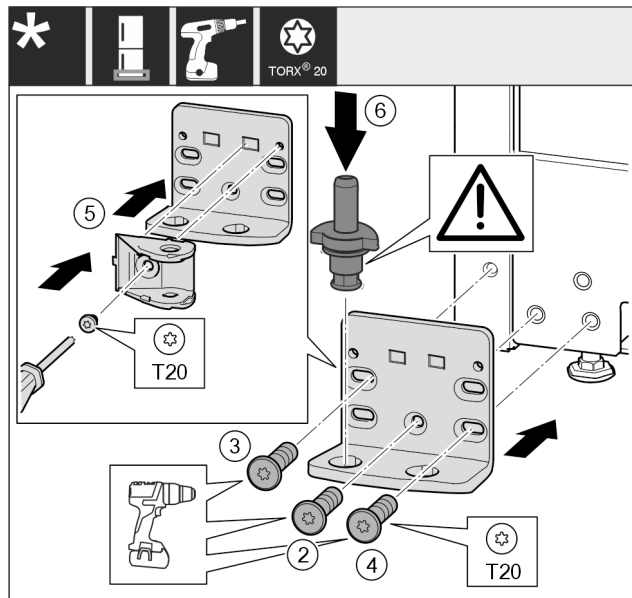

Fig. 49 *
- ▶ 将托架安装到另一侧，并借助螺丝刀旋紧。从底部中心的螺钉 Fig. 49 (2)开始。*
- ▶ 拧紧螺钉 Fig. 49 (3)和螺钉 Fig. 49 (4)。*
- ▶ 将关门阻尼器连接装置 Fig. 49 (5)旋转 180°。用螺丝刀拧紧托架的另一侧。*
- ▶ 将轴承螺栓 Fig. 49 (6)完全装入。同时注意止动凸轮需指向后方。*